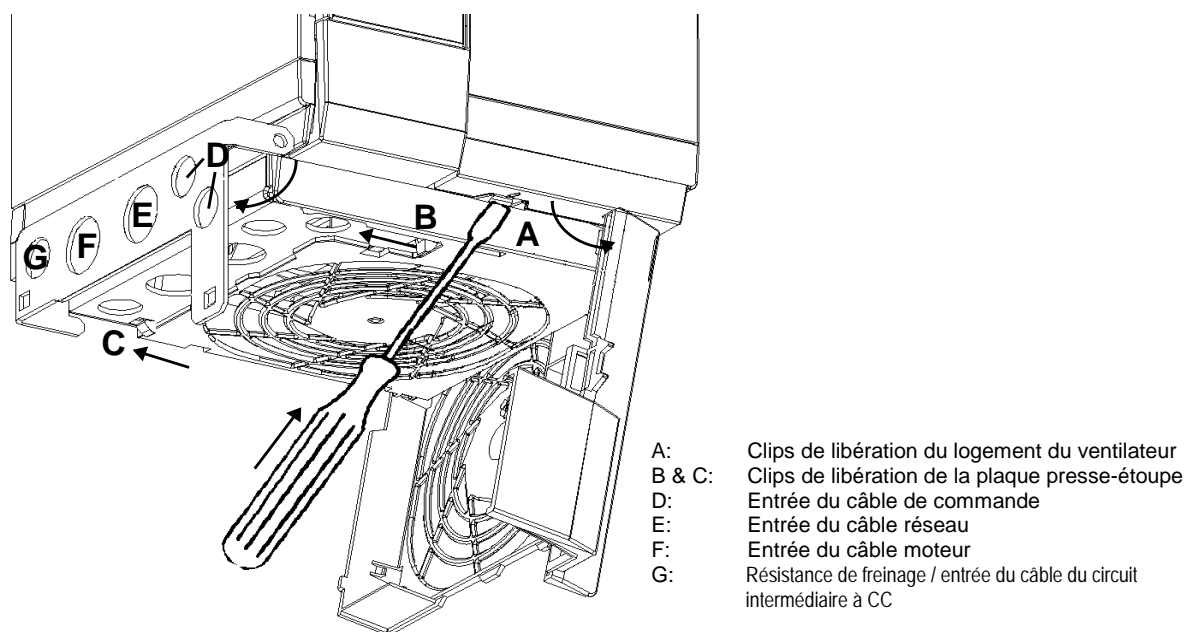

Figure 5: Schéma d'accès aux branchements du réseau - Cadre de type C
- **Châssis de taille C**: utilisez un petit tournevis (comme illustré à la Figure 5) pour relâcher la plaque presse-étoupe et le logement du ventilateur; leur permettant de pivoter vers le bas et de pendre sous le variateur.
Un petit tournevis, max. 3,5 mm, sera nécessaire pour actionner les conduits de raccordement à collets des câbles WAGO du bornier de commande comme illustré à la Figure 5.